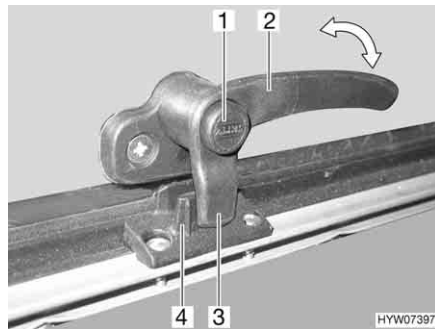
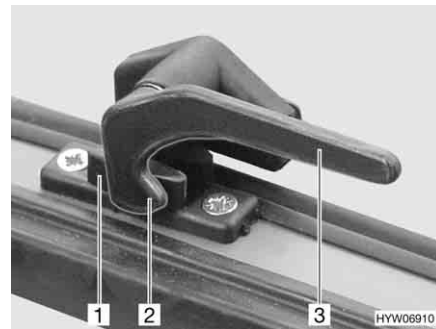

Bild 96 Verriegelungshebel mit Sicherungsknopf in Stellung "geschlossen"
Bild 97 Verriegelungshebel in Stellung "geschlossen"
- Wenn vorhanden, Sicherungsknopf (Bild 96, 1) drücken und gedrückt halten.
- Alle Verriegelungshebel (Bild 96, 2 oder Bild 97, 3) eine viertel Umdrehung zur Haubenmitte hin drehen.
- Alle Verriegelungshebel (Bild 96, 2 oder Bild 97, 3) eine viertel Umdrehung zum Rahmen hin drehen. Die Verriegelungsnase (Bild 96, 3 oder Bild 97, 2) liegt auf der Innenseite der Haubenverriegelung (Bild 96, 4 oder Bild 97, 1).
- in Stellung "fest verschlossen" (Bild 96 und Bild 97)